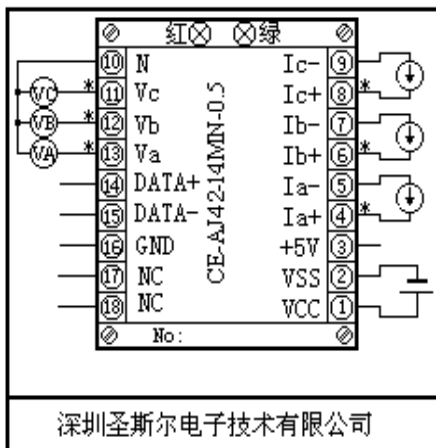

图 3.3.3 三相四制 N 型 RS-485 接口接线参考图
3.3.4.3、三相四线制 N 型产品接线参考图，见图 3.3.3 和 3.3.4。